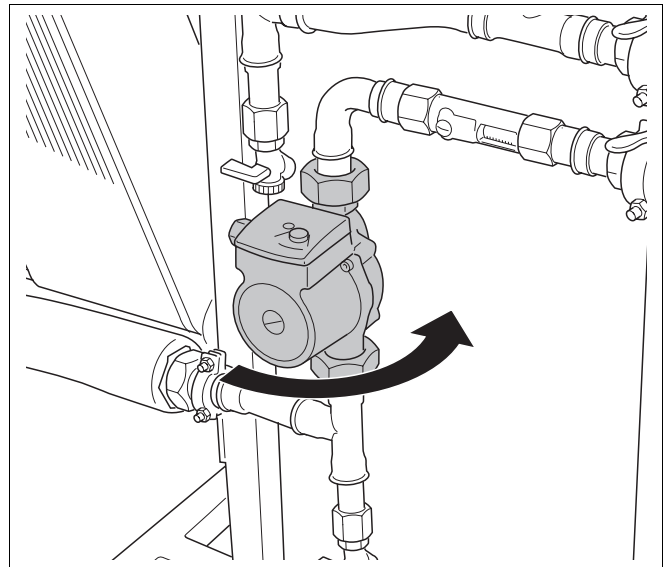

Abb. 13 Umwälzpumpe PWT drehen
- Lösen Sie leicht die Pumpenverschraubungen, und drehen Sie die Umwälzpumpe PWT um 180° (Abb. 13).